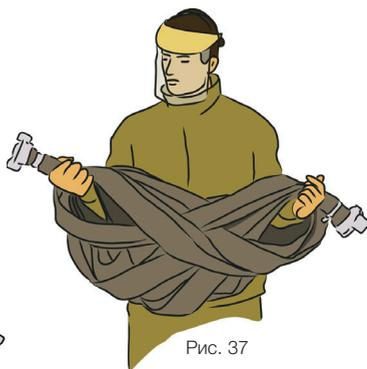

Рис. 37
■ Если рукав требуется перемещать на небольшие расстояния в пределах одного пожара без риска перепутать с другими рукавами, наиболее удобный и быстрый способ — это скатать рукав «восьмёркой», одновременно сливая остатки воды (рис. 37).